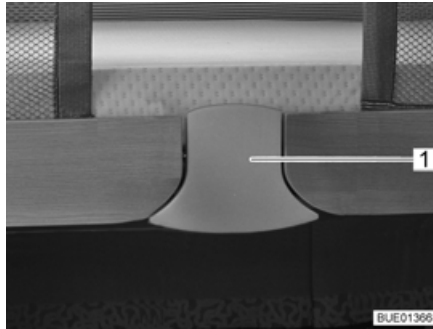

Bild 118 Frigöring
- Dra låsplatta (Bild 118,1) nedåt. Låset är upplåst.